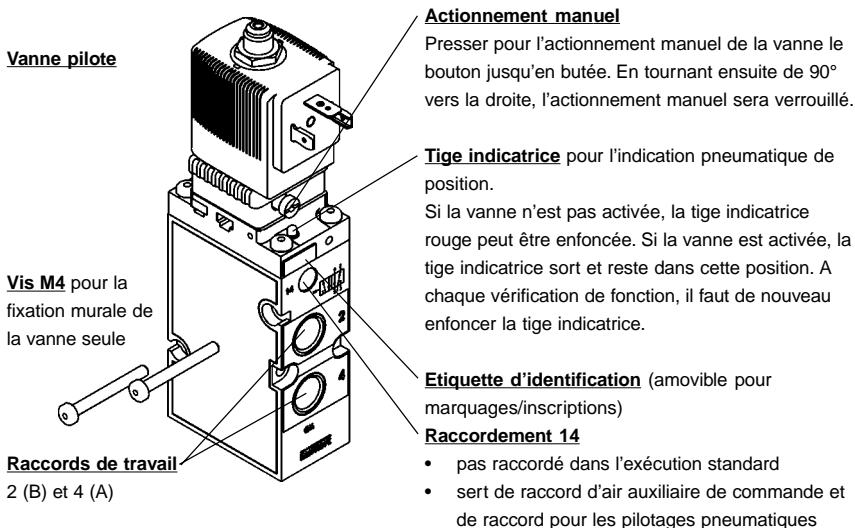

Figure 3: Fixation de vanne seule / Actionnement manuel / indication pneumatique de position
4.5 Fixation des vannes seules (Fig. 3)